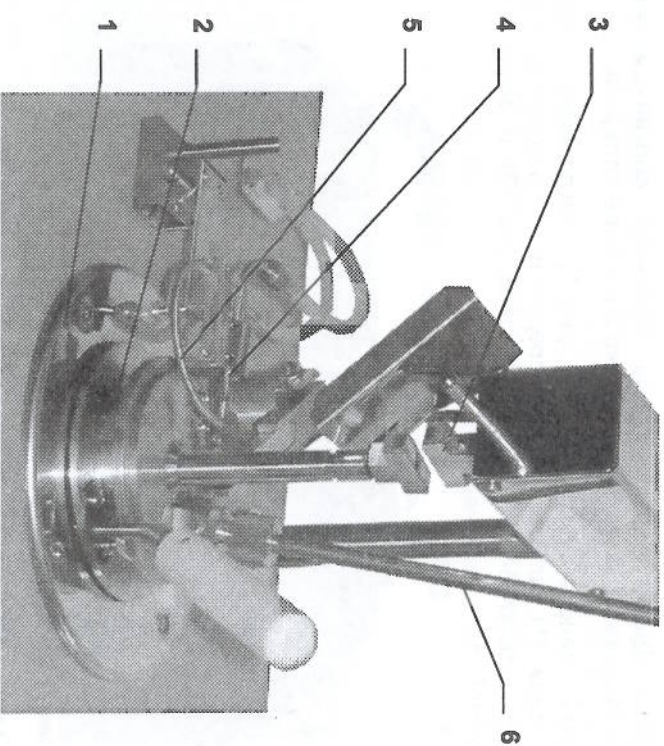

Рис. 2. Аппарат ТВ3-ЛАБ-01. Испытательный модуль.
В испытательном модуле аппарата (см. рис. 2) установлены: нагреватель (1), закрытый тигель (2), перемешивающее устройство (3), основная горелка (4), вспомогательная горелка (5), и датчик температуры (6).